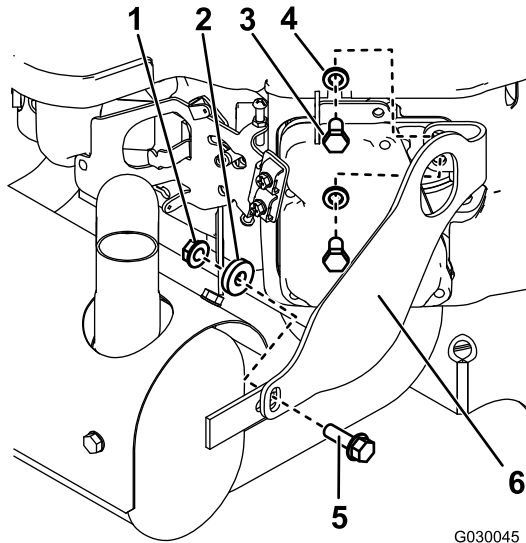
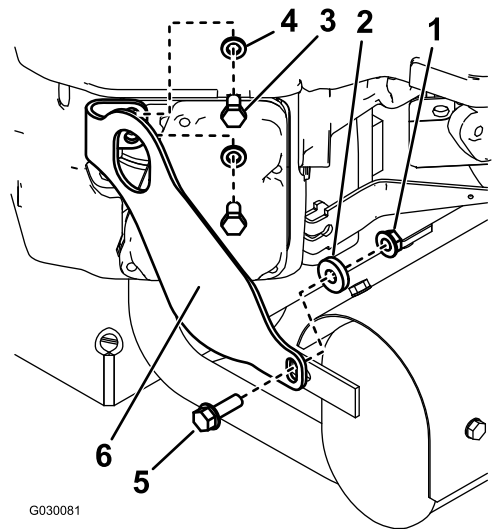

Figura 1
Figura 2
1. Retire el soporte izquierdo (Figura 1).
2. Retire el soporte derecho (Figura 2).
2. Instale el soporte derecho nuevo en el motor usando los dos pernos (M8) y las dos arandelas de freno que retiró anteriormente (ver Figura 2).
3. Instale el soporte izquierdo nuevo en el motor usando los dos pernos (M8) y las dos arandelas de freno que retiró anteriormente (ver Figura 1).
4. Sujete el silenciador a cada soporte usando una tuerca (5/16"), un espaciador y un perno (5/16" x 1"), según se muestra en Figura 1 y Figura 2.